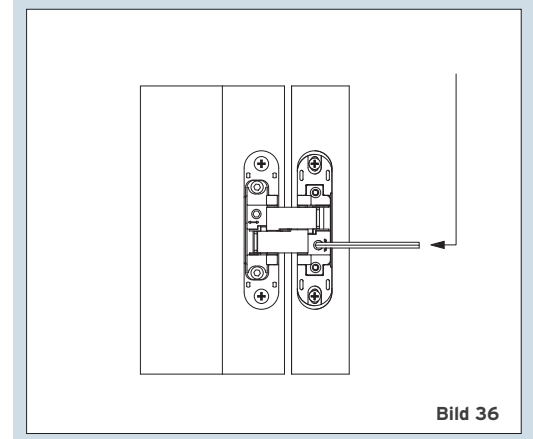
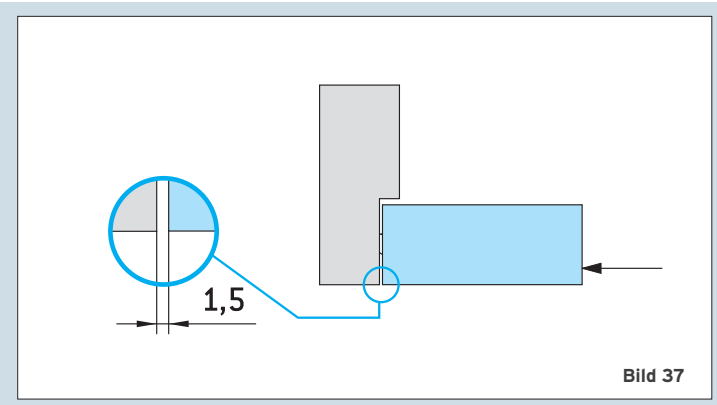
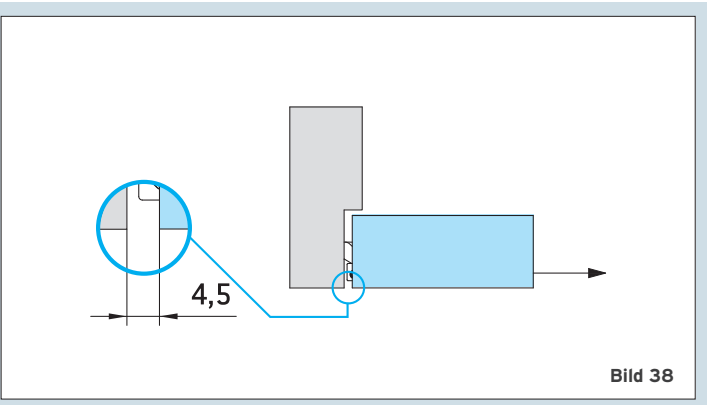

Bild 36
Bild 37
Bild 38
7. Mit Drehen der Schraube „D“ die Seite des Türblattes einstellen. (Bild 36) Im Uhrzeigersinn: Verstellbereich des Türblattes bis - 1,5 mm (Bild 37). Gegen den Uhrzeigersinn: Verstellbereich des Türblattes bis + 1,5 mm (Bild 38).